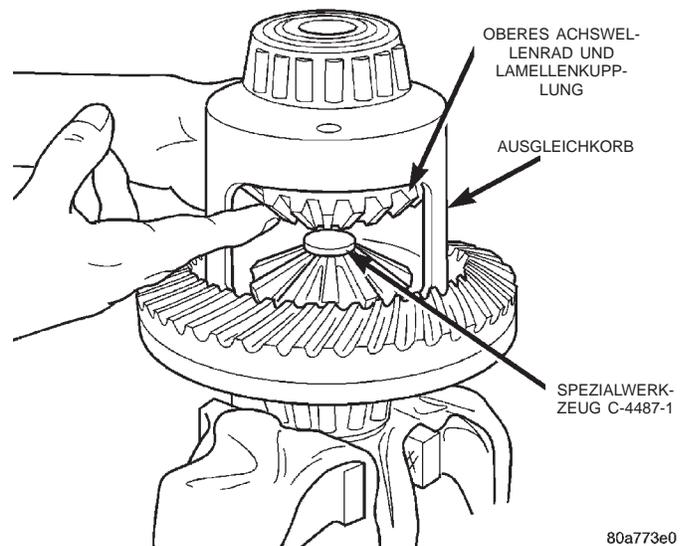

Abb. 56 Lamellenkupplung und oberes Achswellenrad einbauen
(5) Die eingölte Stufenplatte C-4487-1 an der ersten Lamellenkupplung montieren (Abb. 56).
(6) Das obere Achswellenrad und die obere Lamellenkupplung einbauen (Abb. 56).
(7) Die Baugruppe in dieser Stellung fixieren. Gewindescheibe C-4487-3 in das obere Achswellenrad einschrauben.
(8) Druckschraube C-4487-2 eindrehen.